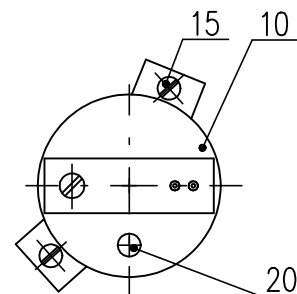

Рис.6
**3.5 Установка емкостного датчика (рис.6)**